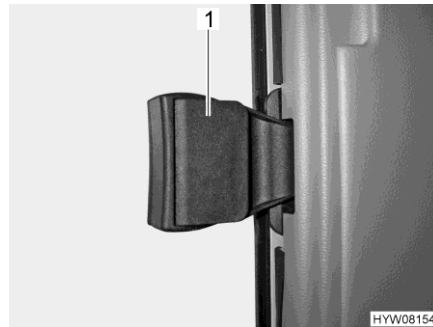

Fig. 56 Ventana del acompañante
- Abatir el tirador (Fig. 56,1) hacia fuera.